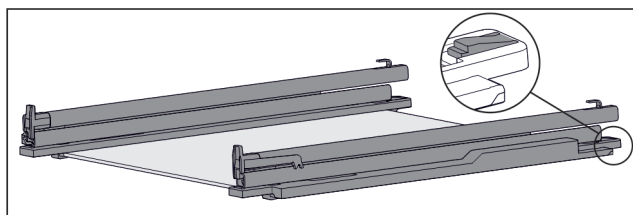

Fig. 117 Ripiano in vetro con guide e fermi
- Premere il fermo sul lato posteriore (vedere Fig. 117) e allo stesso tempo spingere la guida all'indietro.